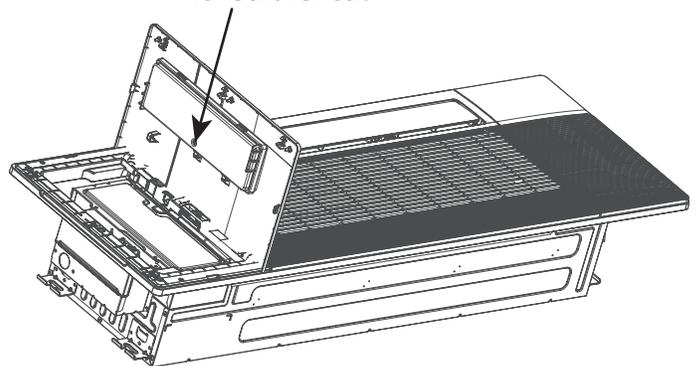

Fig. 7.8
2. Abra el panel lateral del cassette que contiene el panel de visualización. En la parte posterior del panel hay una cubierta que se sujeta con un tornillo. Afloje el tornillo y retire el panel (**Ver la Fig. 7.8 a continuación**).